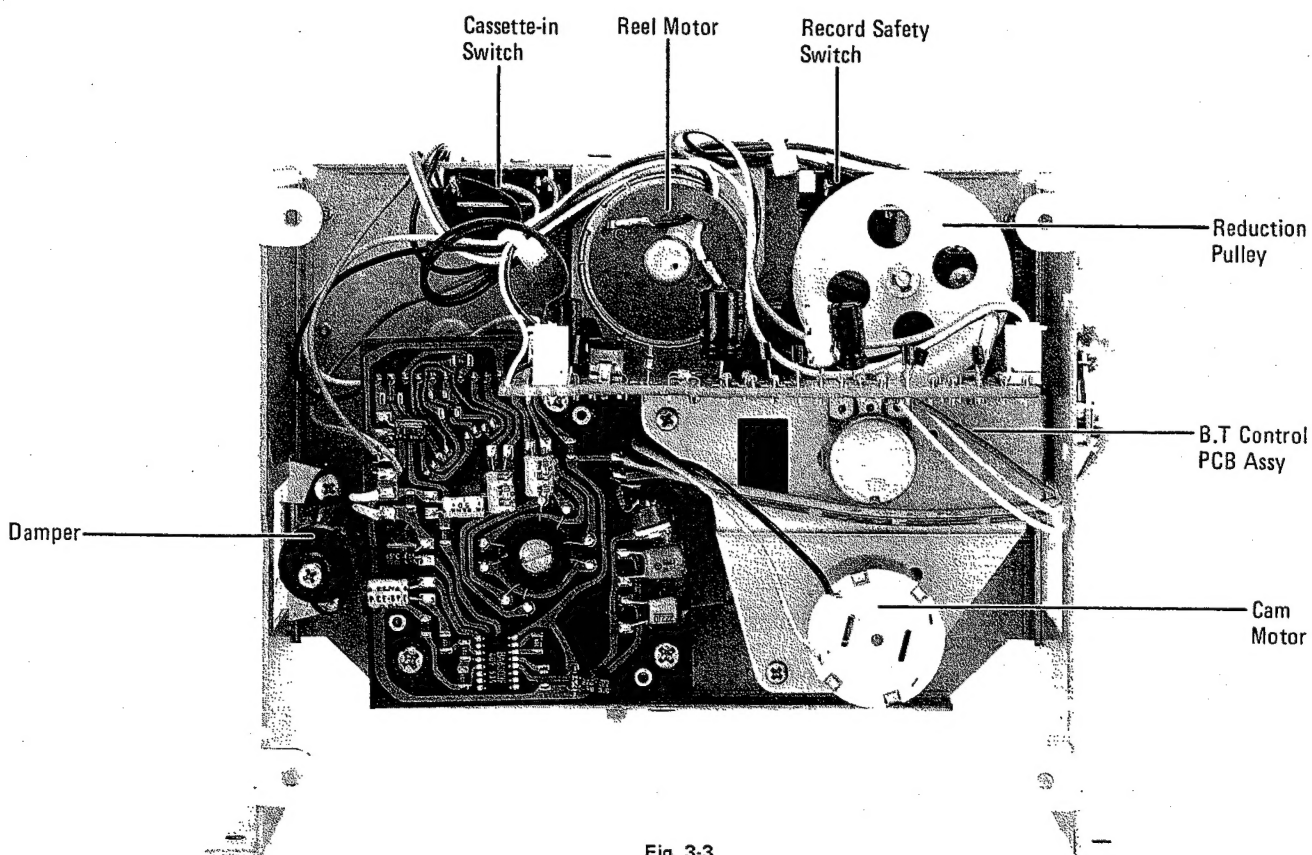
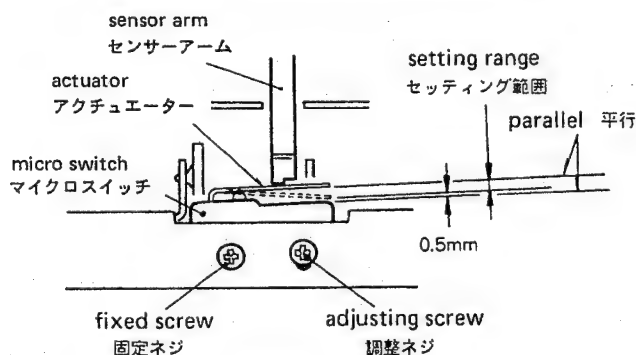

Fig. 3-3
Fig. 5-1
3. Adjust mounting position of the two micro switches, cassette-in switch (S502) and record safety switch (S501) (for switch location, refer to Fig. 3-3, so that the actuator position is in the setting range shown by Fig. 5-1.
3. カセットイン・スイッチ (S502)、録音防止スイッチ (S501) 共 (両スイッチ取付個所は図3-3を参照)、アクチュエータ位置が図5-1のセッティング範囲内になるようにスイッチ取付位置を調整する。